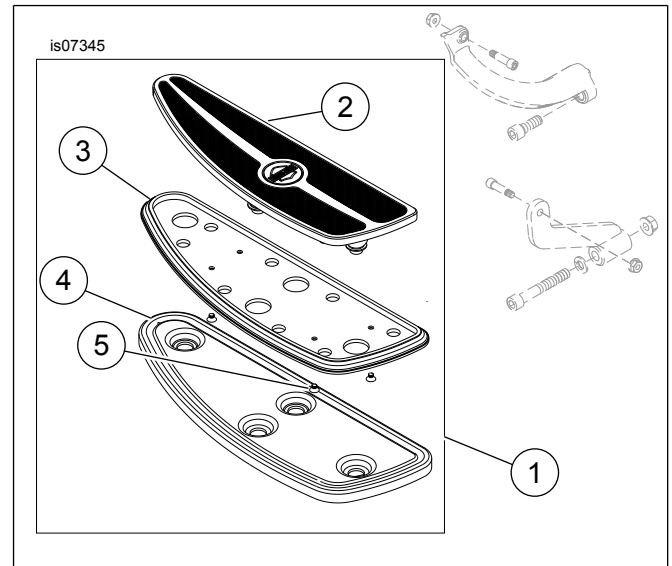

Figure 1. Pièces de rechange : Kit marchepied pilote collection burst
Voir Figure 1 et Tableau 1.
- Voir Figure 1 . Mettre le bon marchepied en place sur les supports de montage. Aligner les trous et poser les vis à pivot et les écrous retirés lors de l'étape 1. Les écrous doivent être sur le côté inférieur.